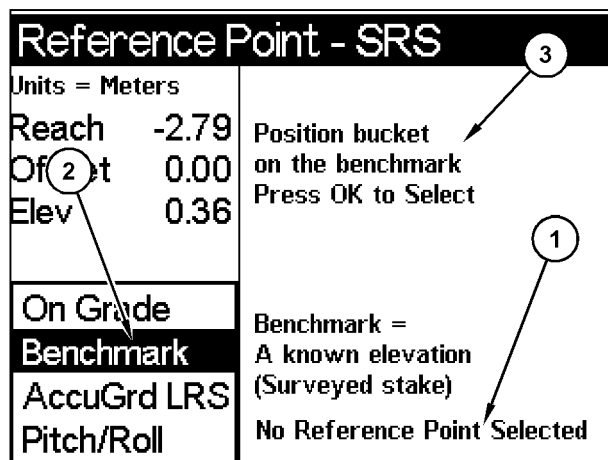

Ilustración 124
2. Oprima el botón "OK". Después de que se oprima el botón "OK", aparecerá la pantalla "Punto de referencia - SRS". Vea la Ilustración 124.